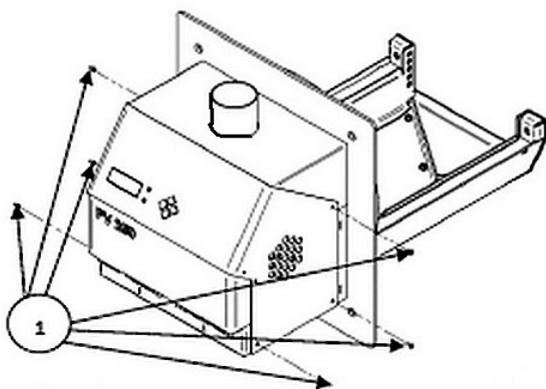

Рисунок 7.
1. Отвинтите 6 болтов от корпуса горелки (Рис. 7).